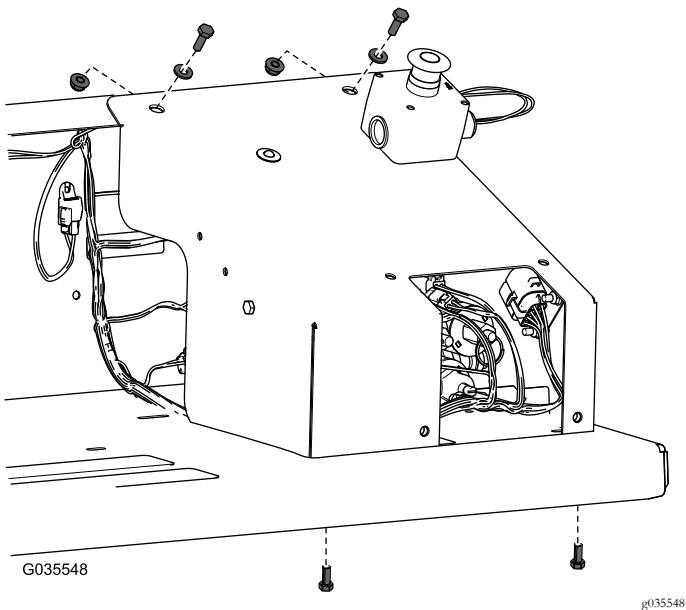

Bild 20
11. Befestigen Sie die Abdeckung mit den entsprechenden Schrauben, Scheiben und Muttern an der Schutzvorrichtung des Kotflügels (Bild 20).